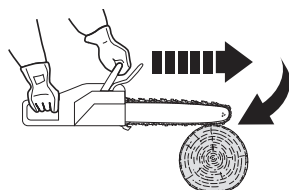

Fig. 36
1. Si la chaîne (6) est pincée au niveau du bord inférieur du guide-chaîne (7), l'appareil peut être projeté brutalement vers l'avant (un phénomène appelé "patinage") (Fig. 36).